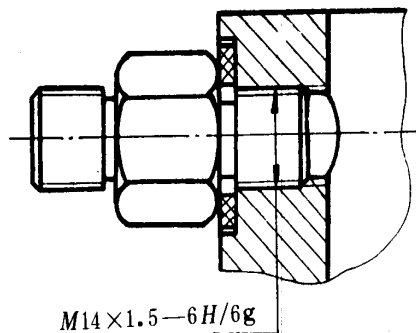
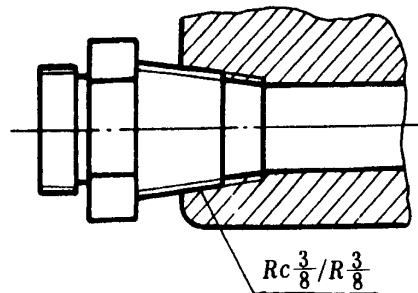
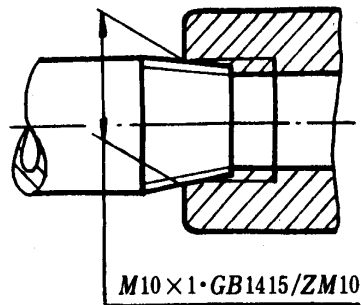

图 27
图 28
图 29
5.2 螺纹副标记的标注方法与螺纹标记的标注方法相同,米制螺纹:其标记应直接标注在大径的尺寸线上或其引出线上(图 27);管螺纹:其标记应采用引出线由配合部分的大径处引出标注(图 28);米制锥螺纹:其标记一般采用引出线由配合部分的大径处引出标注,也可直接标注在从基面处画出的尺寸线上(图 29)。